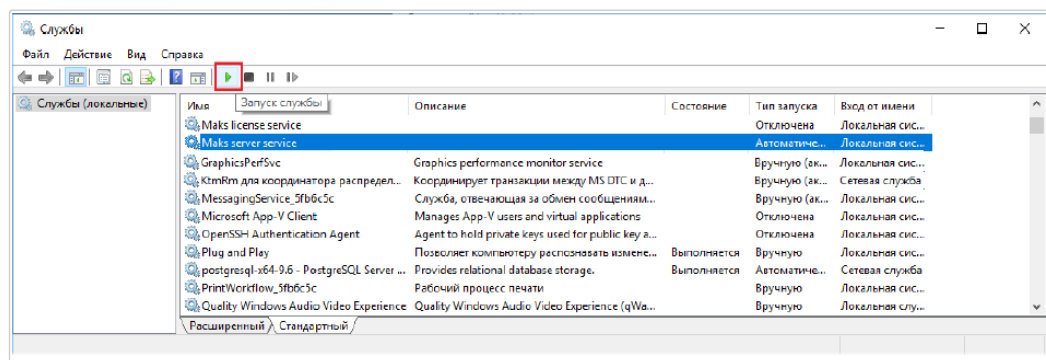

Рисунок 23. Контекстное меню управления работой службы
- в) запустить и затем остановить данные службы с помощью кнопок или команд в контекстном меню (см. рисунок 23).